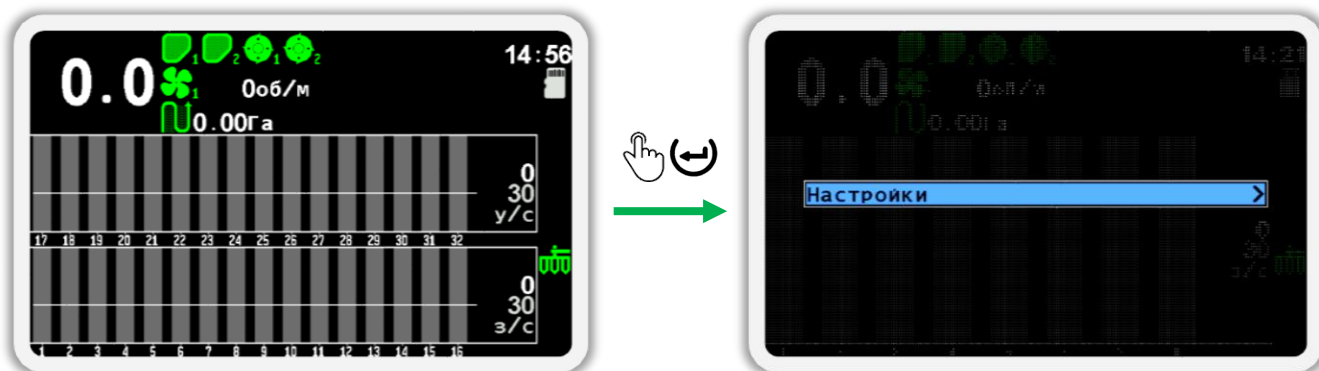

Рисунок 48
- а) Нажмите кнопку  «Меню». В результате на экране будет показано меню главного экрана с одним пунктом  «Настройки» (см. Рисунок 48).